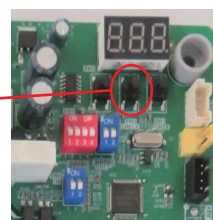

Figura 13-2
- Presione el botón "Check" para visualizar los parámetros disponibles del sistema. La primera vez que se presiona el botón "Check", aparece una secuencia y después de 1 segundo aparece el valor del parámetro. Al presionar nuevamente "Check", aparece la siguiente secuencia. Consulte la Figura 13-2 para conocer la ubicación del botón de comprobación en la placa de control.